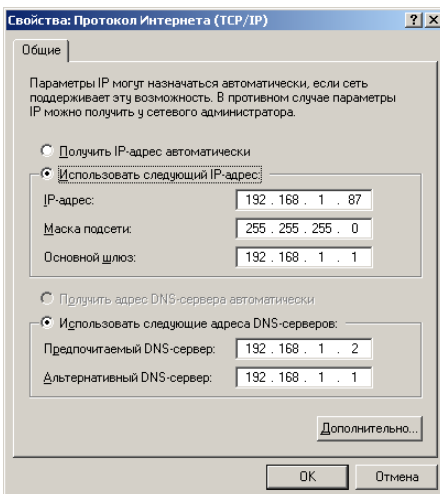

Рисунок 3.18 – Первоначальная настройка IP адреса
11. Откроется окно (рисунок 3.18)